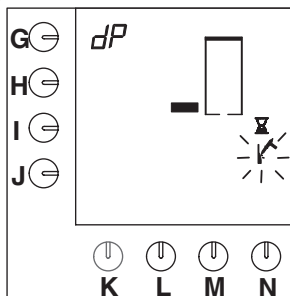

Fig. 25 Väntetid medan avkalkningsmedlet verkar
- När vattnet är uppvärmt visas ett timglas och en blinkande hammarsymbol på displayen, se (fig. 25). Nu följer 5 minuter väntetid medan avkalkningsmedlet verkar.